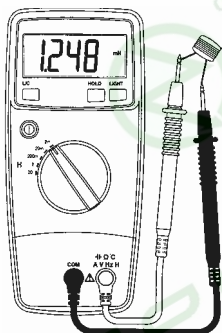

Рисунок 8
- 4.12.1 Вставьте штекер черного щупа в гнездо "COM", а красного в гнездо "H" (см. рис. 8).